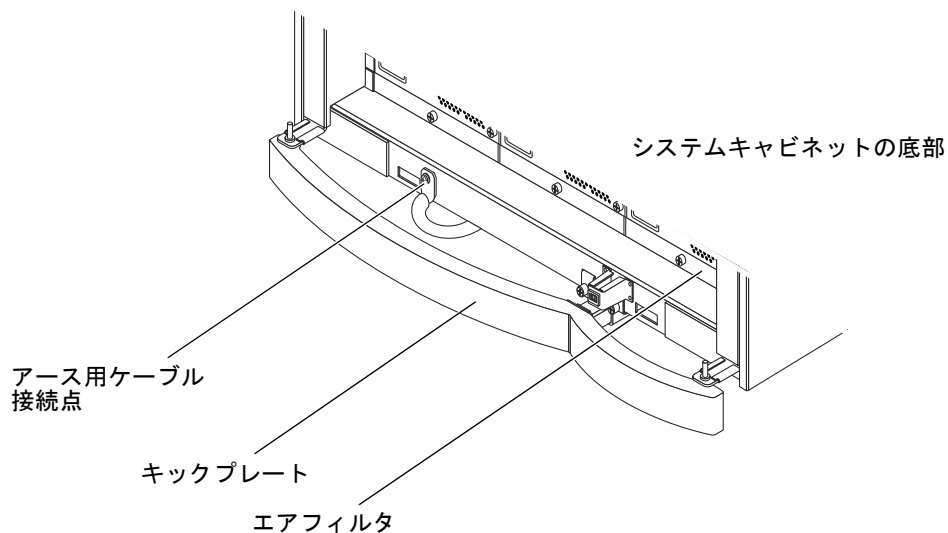

図 3-4 システムキャビネットのアース用ケーブルの接続点
- 図 3-4 に示すように、フレームの底部にあるキックプレートの裏で、アース用ケーブルをシステムに接続します。